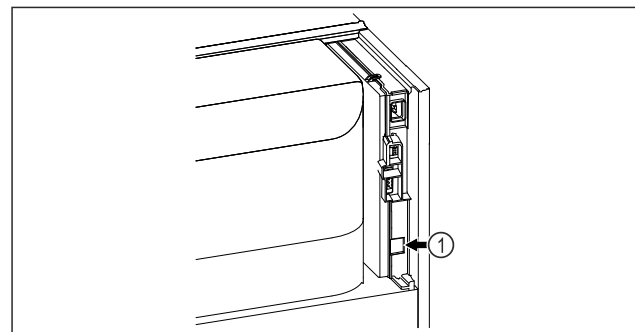

Fig. 74
- SmartModule *Fig. 74 (1)* ist eingesetzt.